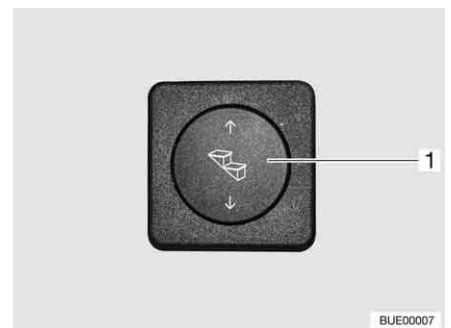

Fig. 14 Pulsante per il comando dello scalino di ingresso
- Estrazione:* ■ Premere in basso il pulsante basculante (Fig. 14,1) e tenerlo premuto (almeno 3 secondi), fino a che lo scalino di ingresso è stato completamente estratto.
- Inserimento:* ■ Premere in alto il pulsante basculante (Fig. 14,1) fino a che lo scalino di ingresso è completamente inserito.